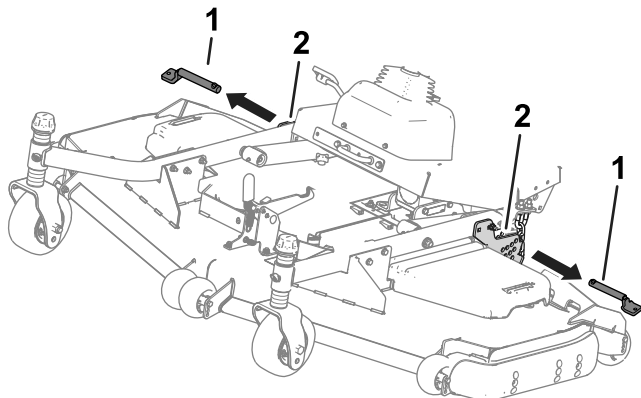

Figura 39
4. Retire los pasadores de las placas de altura de corte (Figura 39).